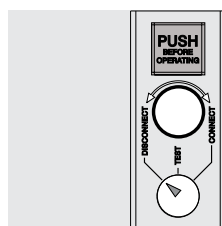

Abbildung 64
- Leistungsschalter in Außenstellung (siehe Abbildung 64).